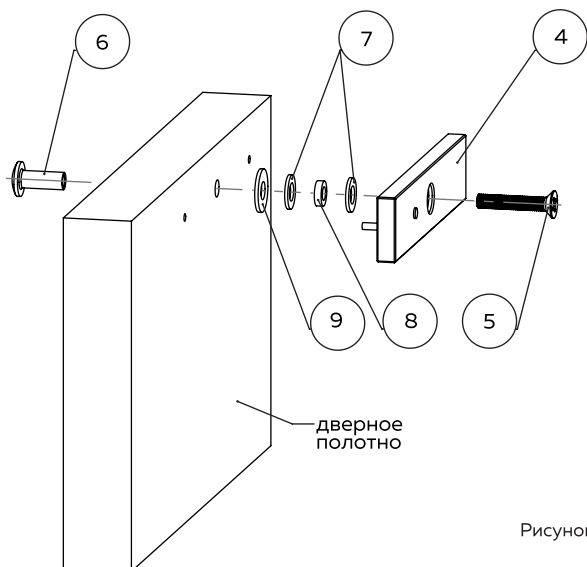
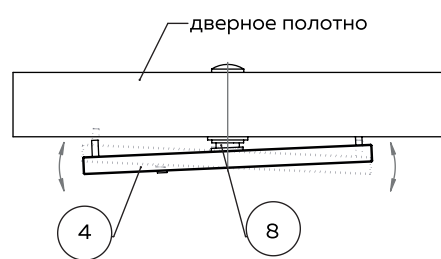

Рисунок 12
Рисунок 13
- 7 С внутренней стороны дверного полотна установить ответную планку ④ в последовательности, как показано на рис.12.
ВАЖНО: для плотного прилегания ответной планки ④ к электромагниту ① замка необходимо обеспечить подвижность планки ④ (рис.13), поэтому между дверным полотном и планкой ④ должно обязательно находиться кольцо резиновое ⑨ (рис.12, 13).